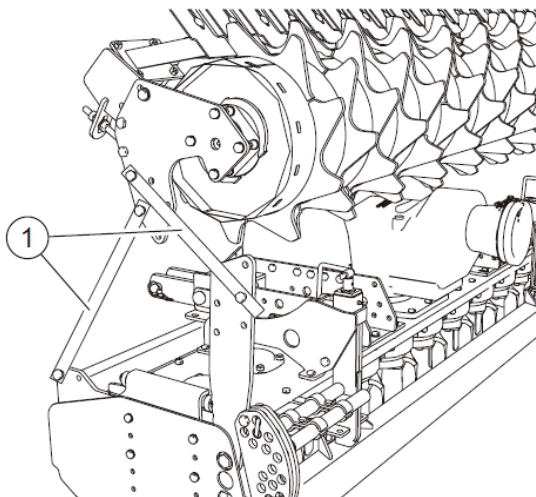
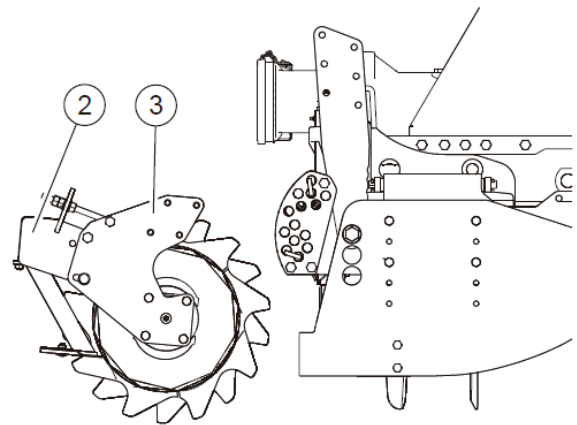

FIG.8
FIG. 9
Maskinen kan ha levererats med valsens borttagen från stöden och i stället vara fäst på maskinen med stålstötter (1, "fig. 8").
- Lossa skruvarna som håller fast beslagen (1, "Fig. 8") på valsens.
- Blockera avstrykarens fästbalk (1) så att den inte kan börja rotera.
- Placera valsens på marken med stödplattorna (2, "fig. 9") vända i monteringsriktningen.